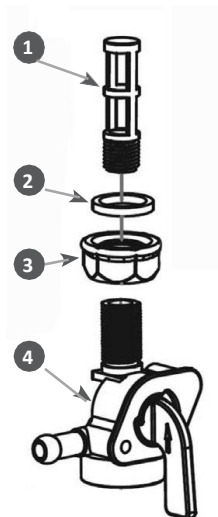

Рис.16 - Устройство топливного крана 1. Сетчатый фильтр; 2. Кольцо уплотнительное топливного крана; 3. Контргайка; 4. Корпус топливного крана
2. Открутите контргайку 3 на 1-2 оборота (Рис. 16).
4. Выкрутите из корпуса 4 топливного крана сетчатый фильтр 1 (Рис. 16).